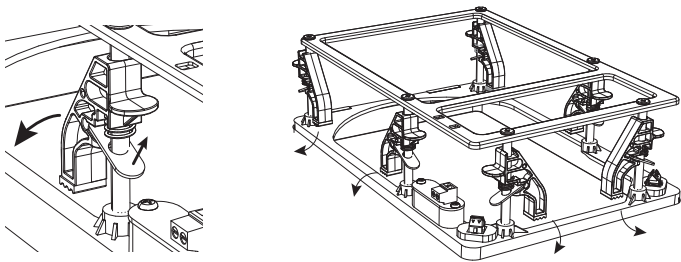
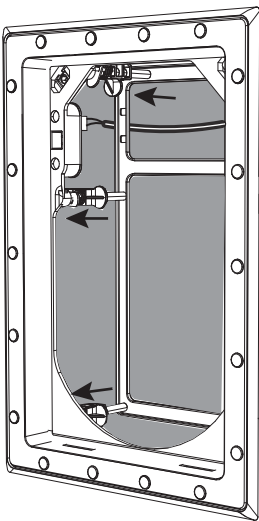

Fig. 9. Adjusting the Mounting Clamps from the Stowed Position
Fig. 11. Frame securely clamped to the Wall
2. Reik in het frame en draai de montageklemmen naar de "Klem" -positie, waar ze een klemkracht kunnen uitoefenen op de achterkant van de opening (Fig. 9 en 10). Druk het frame naar binnen en draai elke klem vast, zodat het frame op zijn plaats wordt vastgezet (Fig. 11).